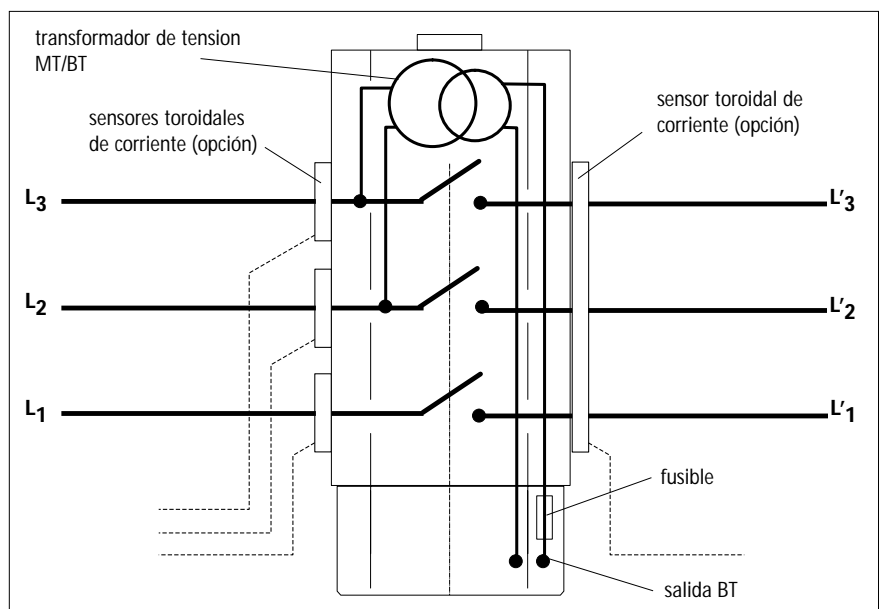

fig. 6
- bien en la envolvente metálica del seccionador bajo carga (fig. 6).
La envolvente metálica puede soportar los sensores de medida de corriente necesarios al funcionamiento del detector de fallas (ver fig. 6) :
para los seccionadores bajo carga con transformador de tensión integrado, escoger el lado del soporte en el que se va a montar el aparato de modo que el transformador MT / BT sea alimentado del lado de la fuente (fig.6, pagina. 5).